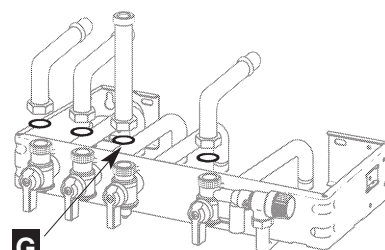

Fig.10
- de verschillende dichtingen plaatsen, **G (rubber) voor het gas**, en de aansluitingen van de verbindingsbuizen vastklemmen te beginnen met de gasbuis (fig. 10)